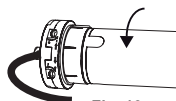

Fig. 10
- A. een linksinbouw. Ik kijk in de kast en de eindschakelaar van de motor bevindt zich aan de linkerkant (zie afb. 10)